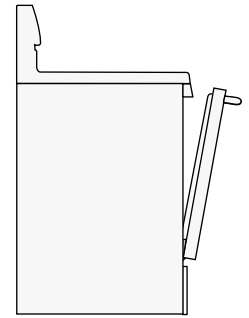

Fig. 2
2. Assurez-vous de placer les aliments directement sous l'élément de four supérieur. Laissez la porte de four ouverte en position de cuisson au gril (fig. 2).